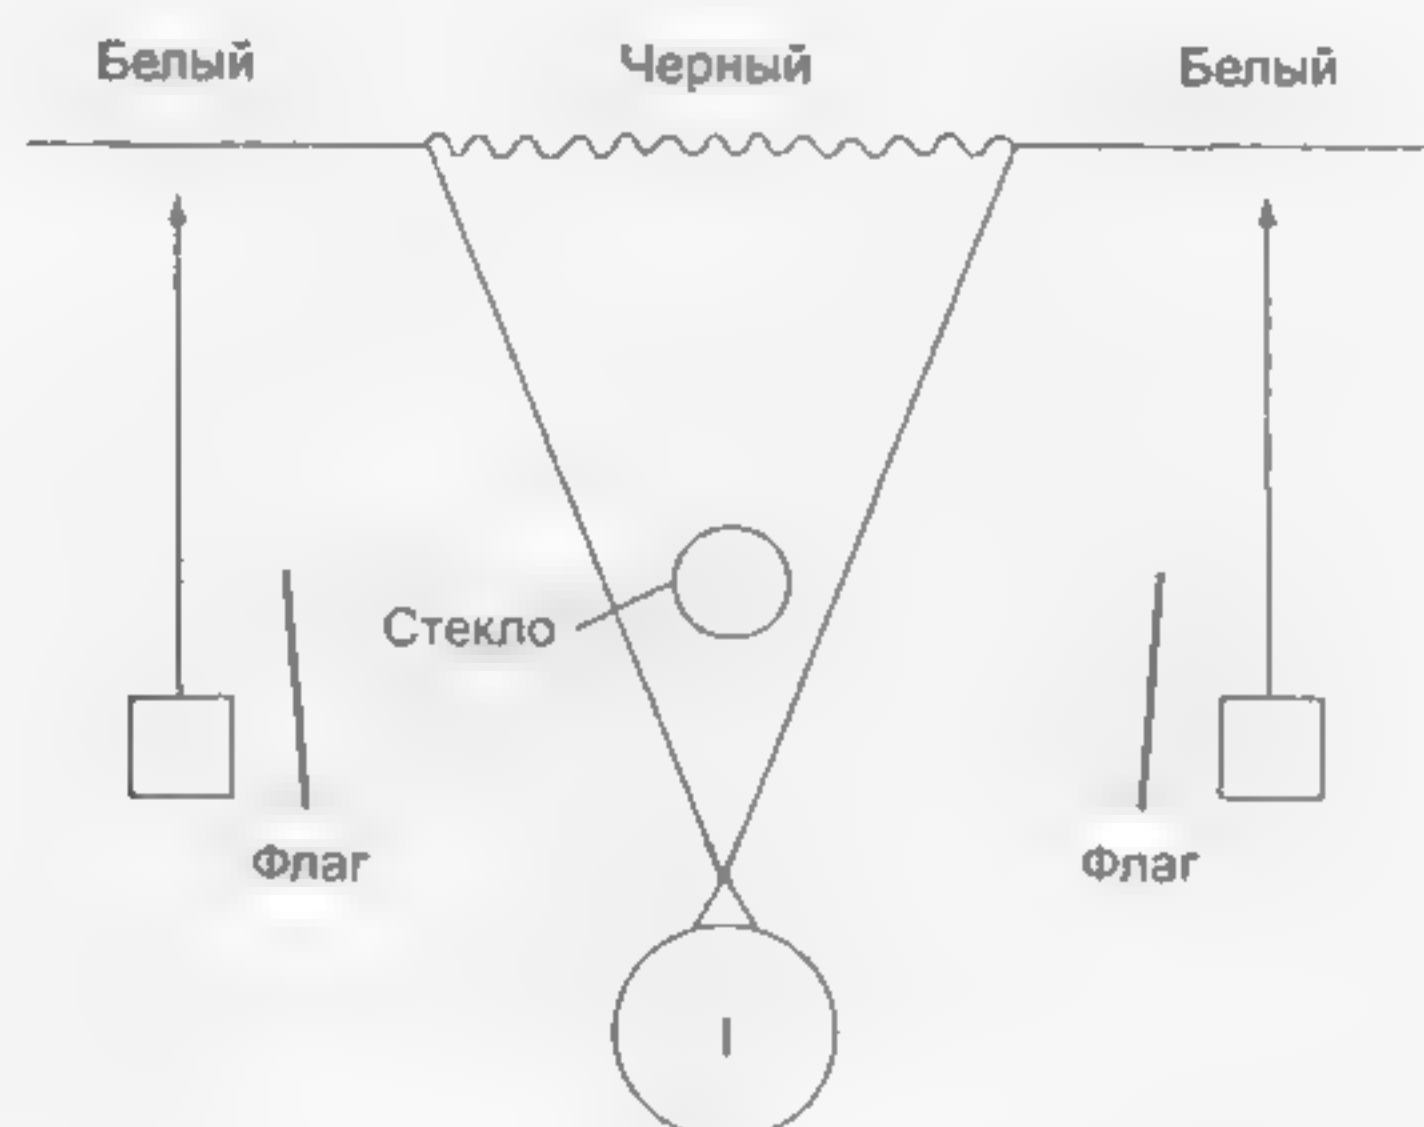

Рис. 18.17 Темнопольный метод
**Темнопольный метод**, как означает его название, противоположен по технике яркопольному методу, то есть стеклянный объект рассматривается на черном фоне с расположенной вне кадра белой циклорамой или драпировкой с любой его стороны. Рисунок 18.17 иллюстрирует этот прием.